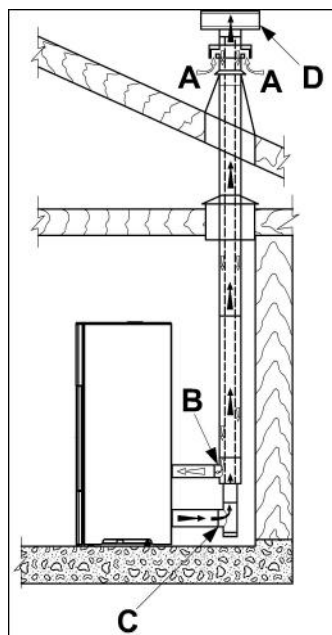

Abb. 5.5a
- die Verbrennungsluft unter Verwendung eines koaxialen Abgasrohrs zum Ausstoßen der Dämpfe und zum Abziehen der Luft zu kanalisieren; Daher ist es nicht erforderlich, einen herkömmlichen Lufteinlass im Raum vorzusehen (ABB. 5.5a A, B = Lufteinlass C, D = Rauchauslass);